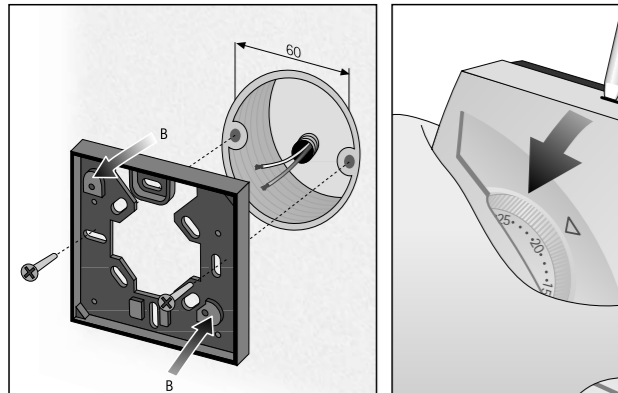

fig.7 - elk.7 rys.7 - pnc.7
A) In caso di installazione su scatola tonda interesse 60mm, su superficie non perfettamente piana o in altri casi particolari, utilizzare l'accessorio sottobase (vedere capitolo "Accessori a richiesta"), fissarlo mediante una coppia di fori ad eccezione di B-B, previsti per il termostato. (fig.7)